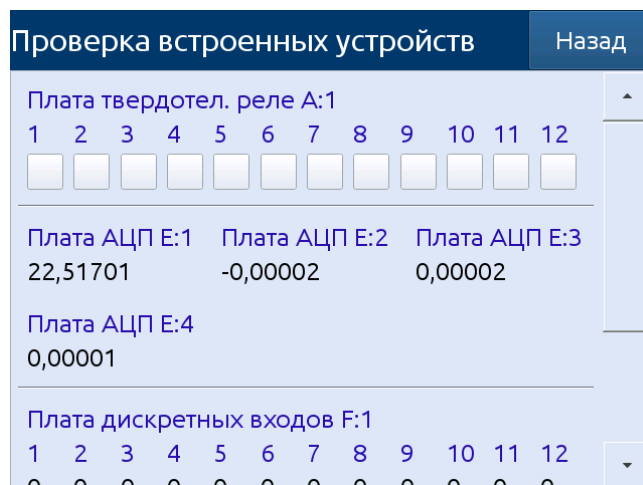

Рисунок 2.38
2.11.3. Кнопка «Проверка встроенных устройств» открывает меню, содержащее список всех каналов встроенных устройств (см. рисунок 2.38). Для выходных дискретных каналов доступны кнопки для изменения состояния реле: кнопка нажата – реле на соответствующем канале включено, кнопка отжата – выключено. При открытии данного меню логика расчета выходных значений выключается, пользователь сам определяет значения реле посредством кнопок. После закрытия меню расчет выходных значений реле возобновляется. Для каждого входного встроенного канала отображается текущее измеренное значение. Доступ к данному меню может быть настроен в меню управления доступом.